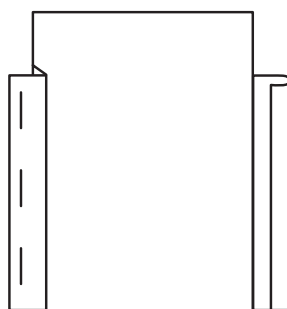

рисунок 3
- Подготовьте нижнюю панель. Срежьте замки панели ручными ножницами по металлу, как показано на *рисунке 2*. Оставьте галстук из лицевой части панели длиной 10 - 25 мм. Слегка, около 1 мм с каждой стороны, подрежьте боковые грани галстука, чтобы он мог плотно зайти под верхнюю панель до плотного стыка замков и гвоздевых полок панелей (см. *рисунок 3*).